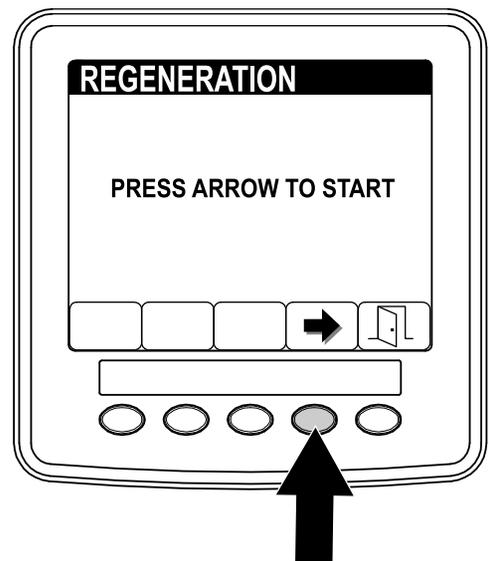

図 68
3. DPF 再生画面でボタン4を押して再生を開始する 図 68。